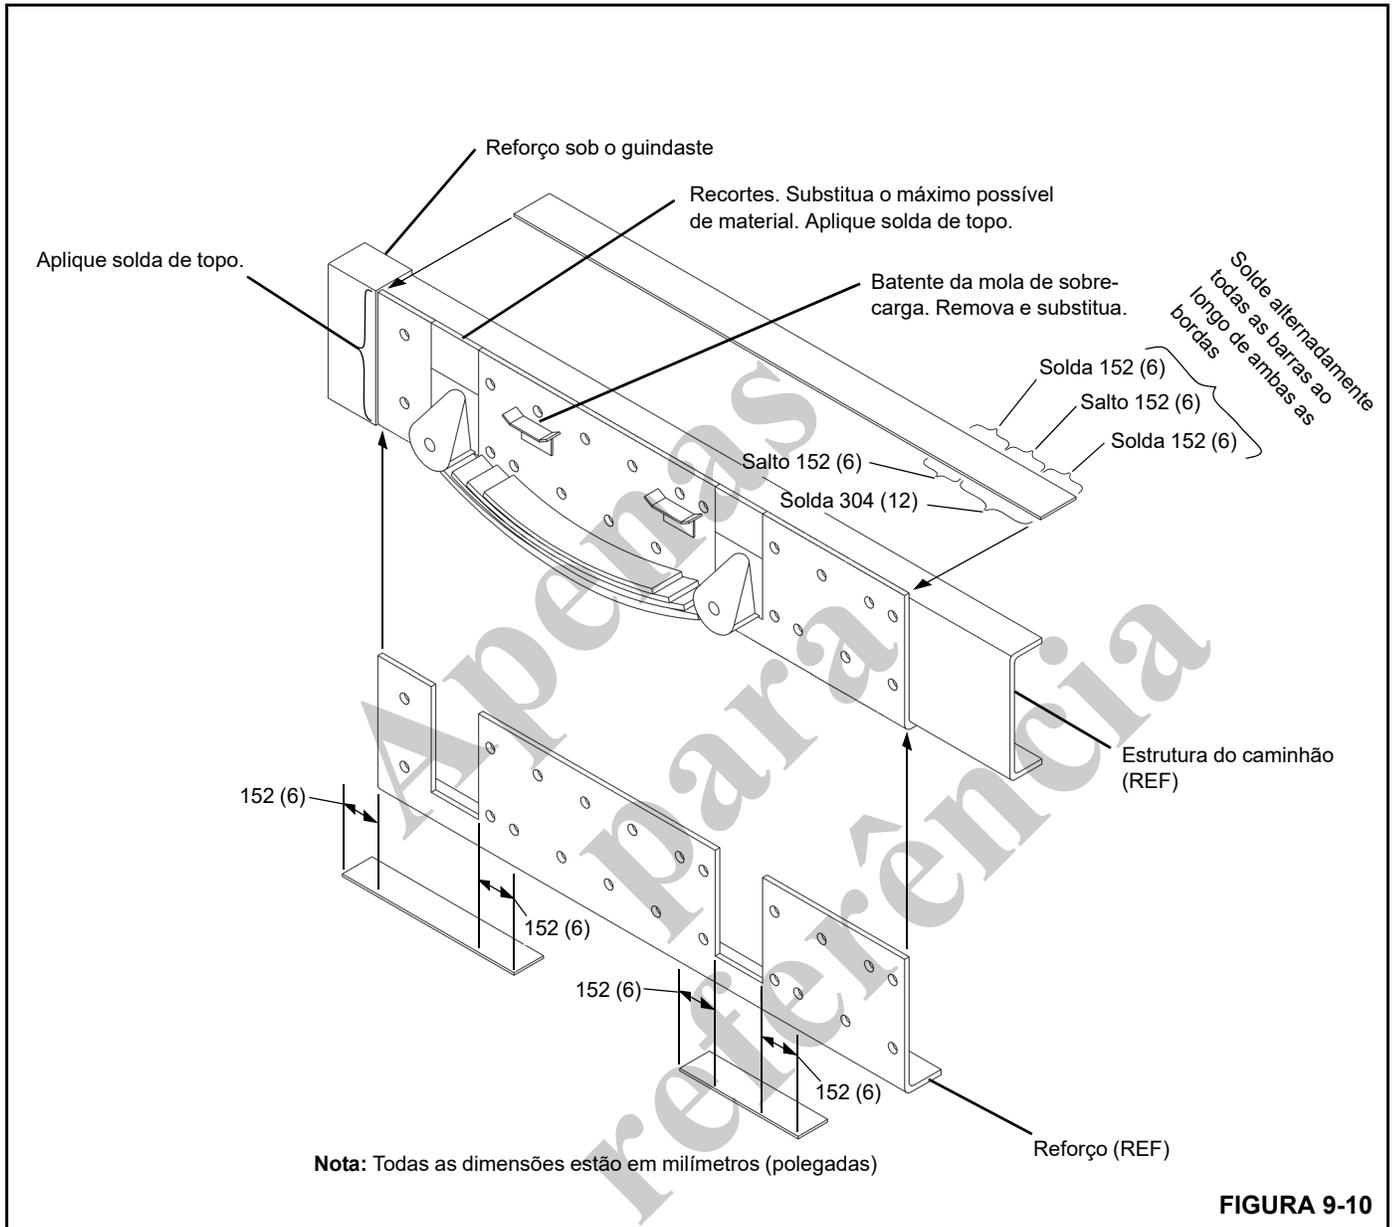

FIGURA 9-10
5. Se a estrutura até a suspensão traseira não atender às especificações mínimas do RBM e do módulo da seção, ela pode ser reforçada adicionando uma cantoneira de reforço, conforme mostrado na Figura 9-10. Consulte a Tabela B do Módulo da seção na página 9-10 para saber o tamanho necessário do reforço. Remova todos os equipamentos facilmente removíveis da estrutura até a suspensão, como batentes de mola etc. Force a cantoneira de reforço contra a parte frontal do reforço da suspensão e marque as áreas que exigirão corte, de forma que a cantoneira deslize para cima em torno dos suportes das molas e contra a estrutura existente do caminhão e o reforço frontal. Marque com maçarico as áreas assinaladas na perna longa da cantoneira, com profundidade suficiente para que o lábio da cantoneira possa ser deslizado para cima, a partir da parte inferior da estrutura, para entrar em contato com a estrutura existente do caminhão ou os suportes de molas (se eles se